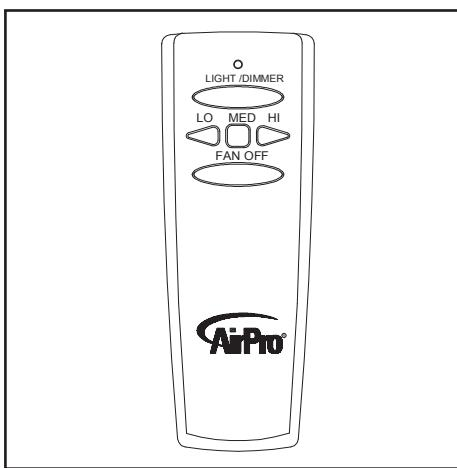

Figura 17
**Control Remoto** - Su ventilador está equipado con un control remoto para operar la velocidad y las luces (Figura 17).